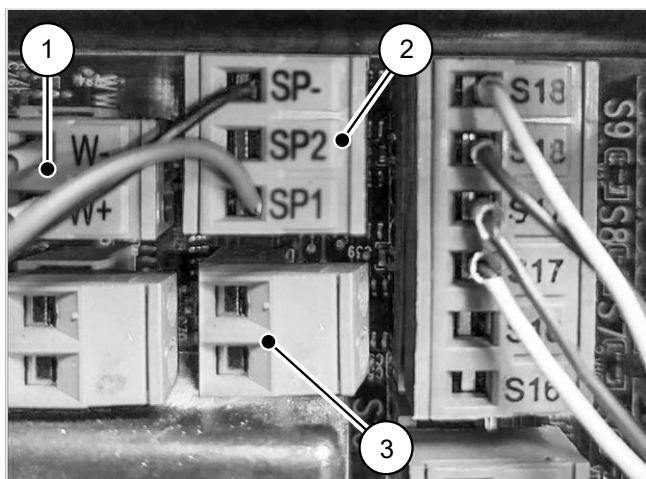

Fig. 25: Conexiones en la placa de red SC-3
3. Conecte el cable de señal a la salida WW (O5) (véase → Fig. 25):
1. El quemador de gas se modula a través de la salida O1 (véase → Fig. 25). Vuelva a conectar las conexiones de modulación a una regleta de dos clavijas y enchúfelas a la salida O1.